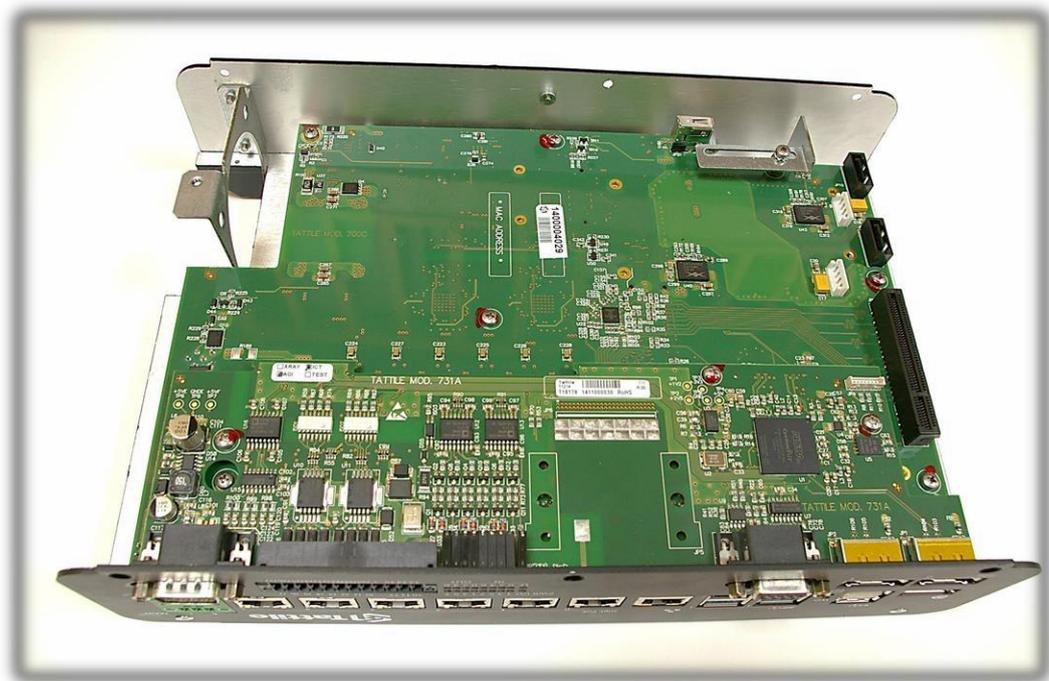

図 2| 追加のハードディスクを取り付けるために開いたシステム
- 下部パネルと側面パネルを除去しなければなりません。下部が上部になるようにシステムをひっくり返します。システムのねじをはずします。パネルを取り除くと図 2 のようになります: